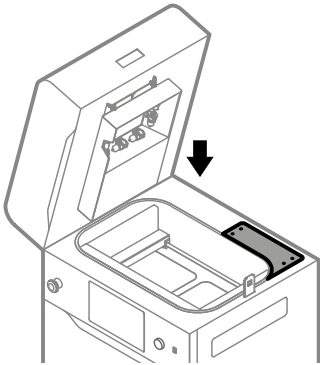

Abb. 12.75 Montiere die Zugangsklappe wieder an.
14. Bringe die Zugangsklappe auf der Oberseite des Druckers wieder an (Abb. 12.75).